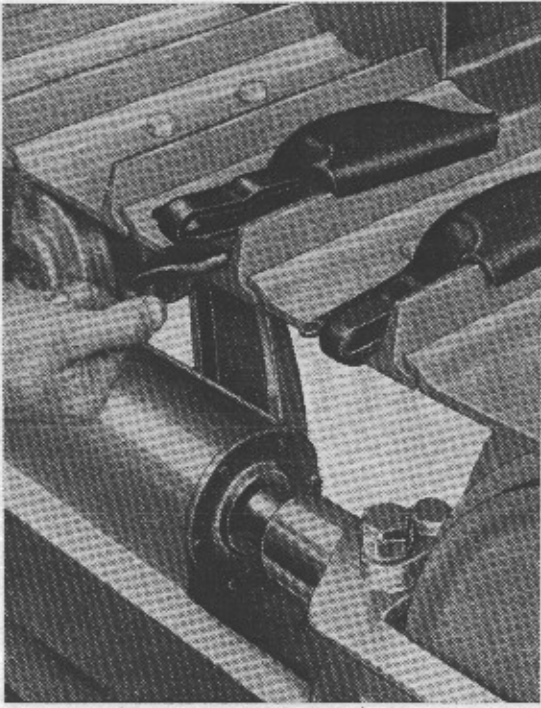

Fig. 27
- Per i trasferimenti su strada applicare alle soles dei cingoli della trattrice i soprapattini regolamentari (fig. 27).